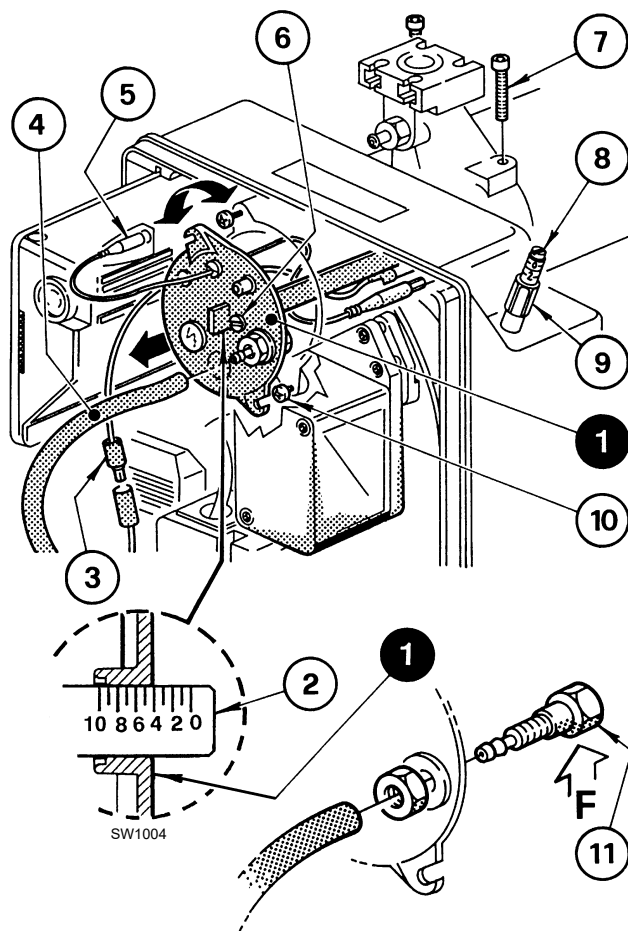

Abb. 11
Sie erfolgt, indem die Stellschraube 6) (Abb. 11) im oder gegen den Uhrzeigersinn gedreht wird, bis die Raste am Stellbügel 2) mit der Außenfläche des Kopfblocks 1) übereinstimmt.
In Abb. 11 ist der Stellbügel für den Kopf auf die Raste 4 geeicht.
Für die Entnahme des Kopfblocks (Abb. 11) wie folgt vorgehen:
Für den Wiedereinbau die obigen Angaben in umgekehrter Weise ausführen und den Kopfblock 1) (Abb. 11) wieder an seinem ursprünglichen Platz anbringen.
Die Schrauben 7) (Abb. 11) bis zum Anschlag eindrehen, aber nicht festziehen; Mit einem Anzugsmoment von 3 - 4 Nm festziehen.
Sollte sich die Druckentnahmestelle 11) (Abb. 11) unbeabsichtigt lockern, wird empfohlen die richtige Befestigung zu überprüfen, also sicherzustellen, dass das Bohrloch (F) (Abb. 11), das sich im Kopfblock 1) (Abb. 11) befindet, nach unten zeigt.